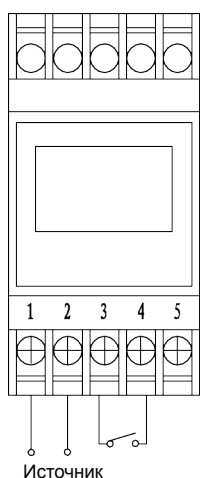

Рис. 4. KG10D-1H
6.2.1.1 У KG10D-1H цепь является нормально открытой. Метод проводного монтажа показан на рис. 4.